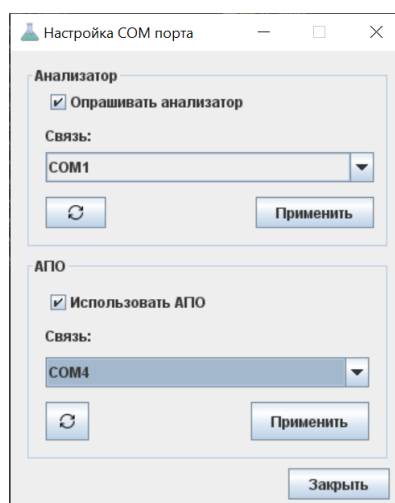

Рисунок 5. Выбор порта для связи с АПП
2.3.13. В ПО Алмаз выбрать порт для связи с АПП: Меню **Настройки** → **Связь(порт)**, в появившемся окне (рис. 5) установить флажок **Использовать АПП** и выбрать порт, нажать **Применить**, а затем **Заккрыть**.